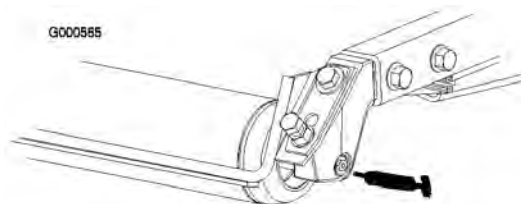

Figura 29
- Rolamentos do rolo traseiro (2 por cada unidade de corte) (Figura 29)
Nota: Os bocais de embeber nos rolamentos (Figura 29) necessitam de um adaptador de bocal de pistola de pulverização. Encomende a peça n° 107-1998 da Toro ao seu distribuidor autorizado Toro.